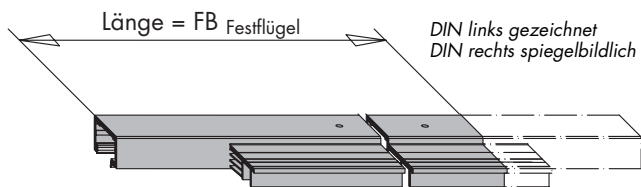

Bild 1
- Aufsatzschiene HH0132-06 **(25)** entsprechend der Schieberichtung DIN links oder DIN rechts ablängen (Bild 1).